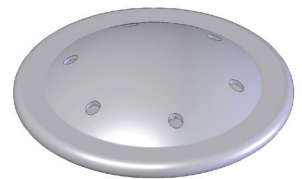

FIG 15-3
3. Ya retirado el cabezal de rociado, introduzca totalmente el resorte de descalcificación (provisto) en el tubo del cabezal. Cuando se ha introducido correctamente, serán visibles no más de 5 cm (dos pulgadas) del resorte. Rasque hacia atrás y adelante cinco o seis veces. FIG 15-3. NOTA – En áreas de aguas duras, tal vez haya que hacer esto a diario. Contribuye a evitar problemas de calcificación en la cafetera y lleva menos de un minuto.